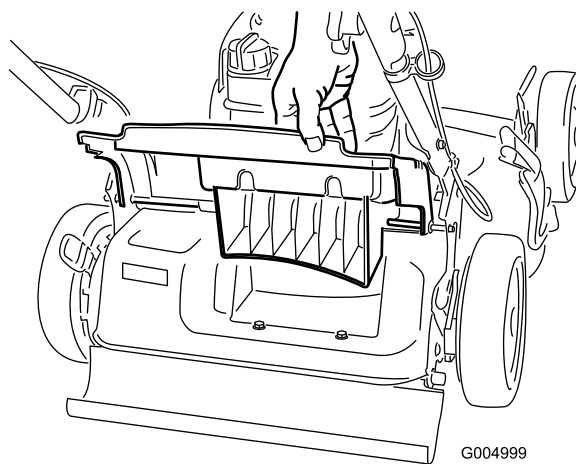

Figure 18
1. Soulevez le volet arrière et gardez-le dans cette position (Figure 18).